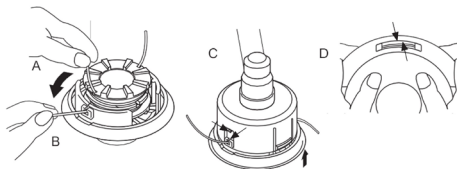

Рис. 20 Сборка триммерной головки
8. Вытяните каждый конец корда из соответствующего паза катушки (А) и проведите его через соответствующее отверстие крышки (В) (Рис.20).
9. Установите крышку и катушку с пружиной в корпус (С). Совместите отверстия крышки с выемками корпуса (D). Нажатием зафиксируйте их защелками (Рис.20).